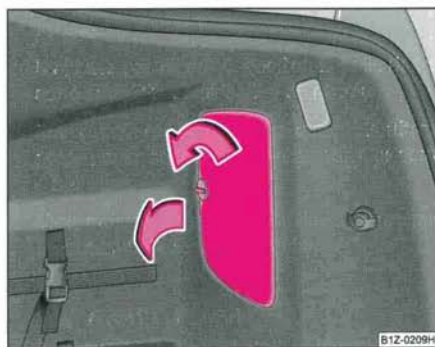

Fig. 224 Coffre à bagages: Cache pour le support d'ampoules
- Déverrouillez la sécurité et ouvrez le cache du support d'ampoules ⇒ fig. 224.